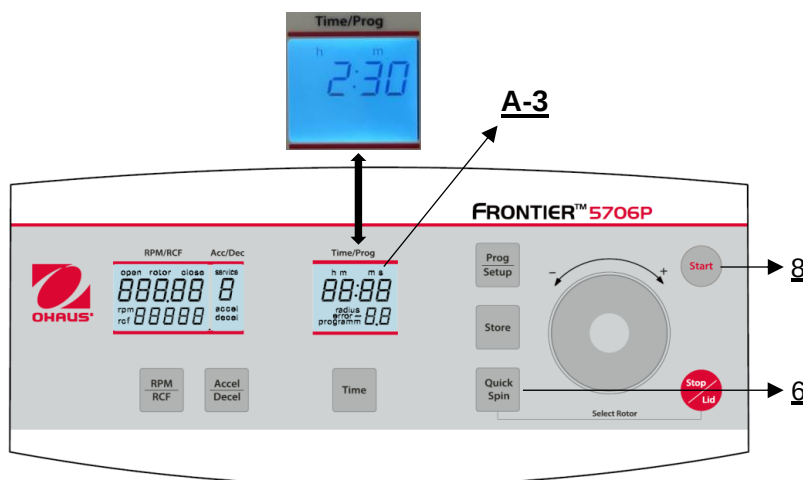

Figura 25
Puede poner en marcha la centrífuga con la tecla **"Start"** (8) (véase la figura 25) o con la tecla **"Quick Spin"** (6). Con la tecla **"Start"** (8) puede iniciar ciclos almacenados o ciclos con parámetros preseleccionados manualmente.